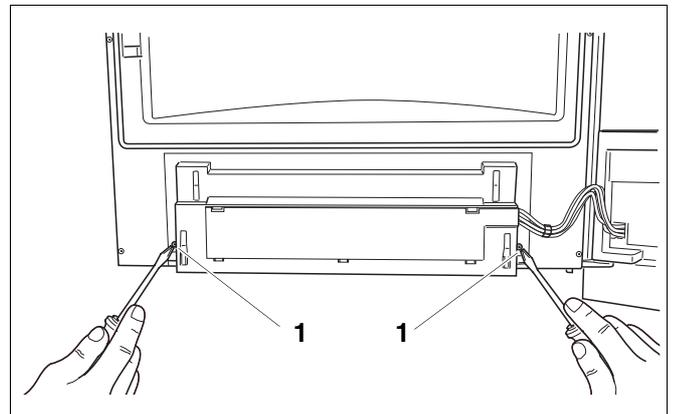

Fig. 125 Allentare le viti
- Allentare 2 viti del pannello di servizio sul retro del portello della caldaia (fig. 125, **pos. 1**).